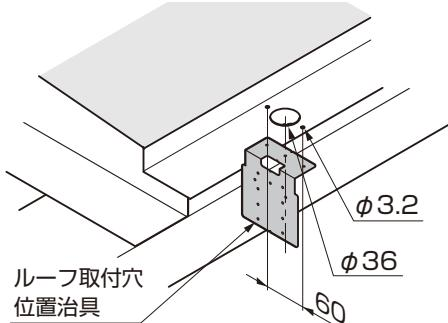

図11-84 A部詳細図
- ①ルーフ取付穴位置治具を樋にあて、 $\phi 3.2$ 、 $\phi 36$ の穴を樋下部にあけてください。(図11-84参照)
- ②アタッチメントパッキン、雨樋アタッチメントを樋に【6-1】で取付けてください。
- ③加工したボード天井材を取付けてください。
- ④豊樋の長さを調節して、ドレンエルボ、92°エルボを取付けてください。